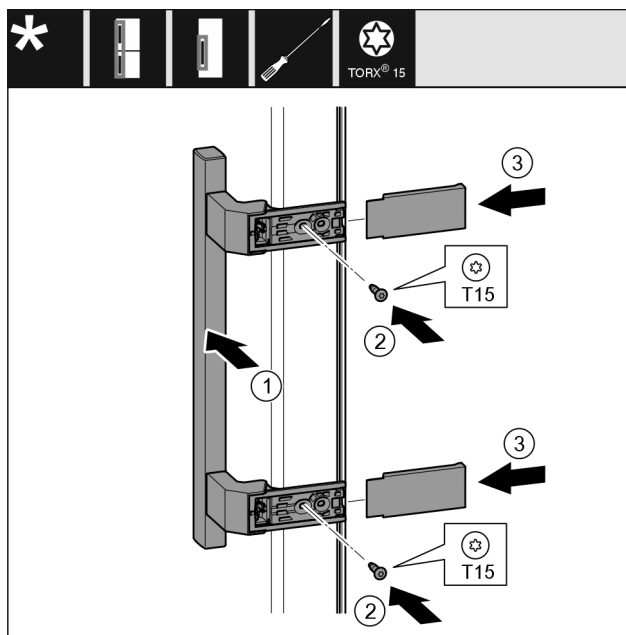

Fig. 19
- ▶ Helyezze fel a fogantyút Fig. 19 (1) a másik oldalra.
- ▶ Húzza meg a csavarokat Fig. 19 (2) csavarhúzóval.
- ▶ Helyezze fel a fedeleket Fig. 19 (3) oldalra, és tolja fel őket.